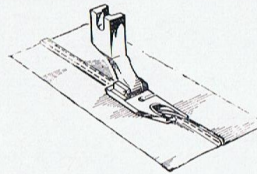

Abb. 45
- Die Stoffkanten werden sodann in die Schnecke des Nähfusses eingeführt und wie ein normaler, gerader Saum vernäht (Abb. 45).